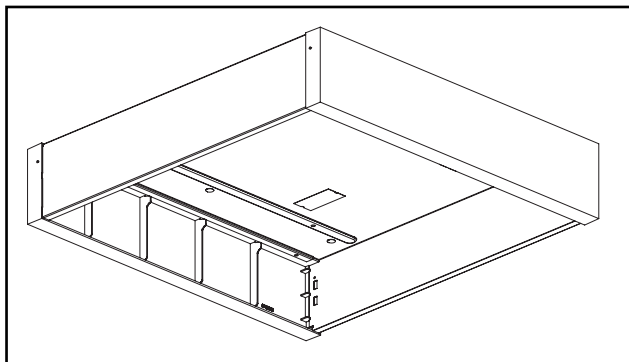

Figura 1.
1. Utilizando las dimensiones y sujetadores adecuados descritos en Ubicaciones de los orificios/de la placa de acceso (Diagrama 1 y 2), oculte la caja de derivación y asegure el marco de montaje en superficie al techo. Asegúrese de que el marco esté recto antes de asegurarlo por completo al techo. Las ranuras permitirán el ajuste una vez que el marco esté unido. (ver Figura 1)